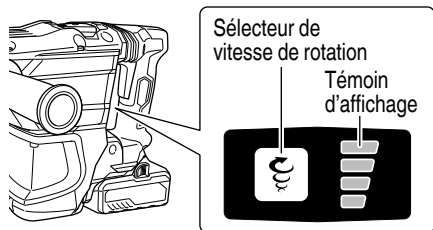

Fig. 17
5. Réglage du nombre de rotations et de percussion (Fig. 17)